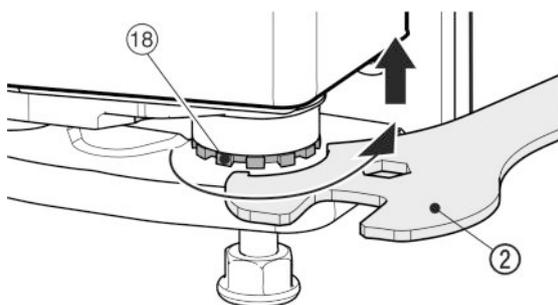

Fig. 18
- Per sollevare la porta svitare il perno di supporto Fig. 18 (18) con la chiave fissa Fig. 18 (2) in dotazione ruotando verso destra. Allo stato della consegna il perno di supporto è completamente avvitato.